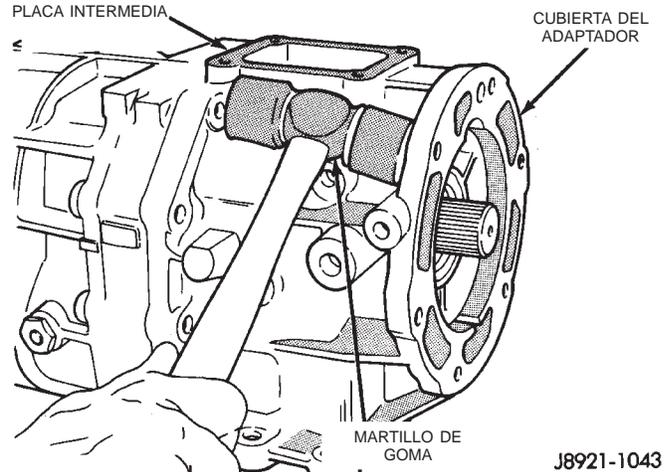

Fig. 28 Aflojamiento de la cubierta del adaptador y retenedor de cojinete trasero
(16) Afloje la cubierta del adaptador y retenedor de cojinete trasero con un martillo de plástico (Fig. 28).